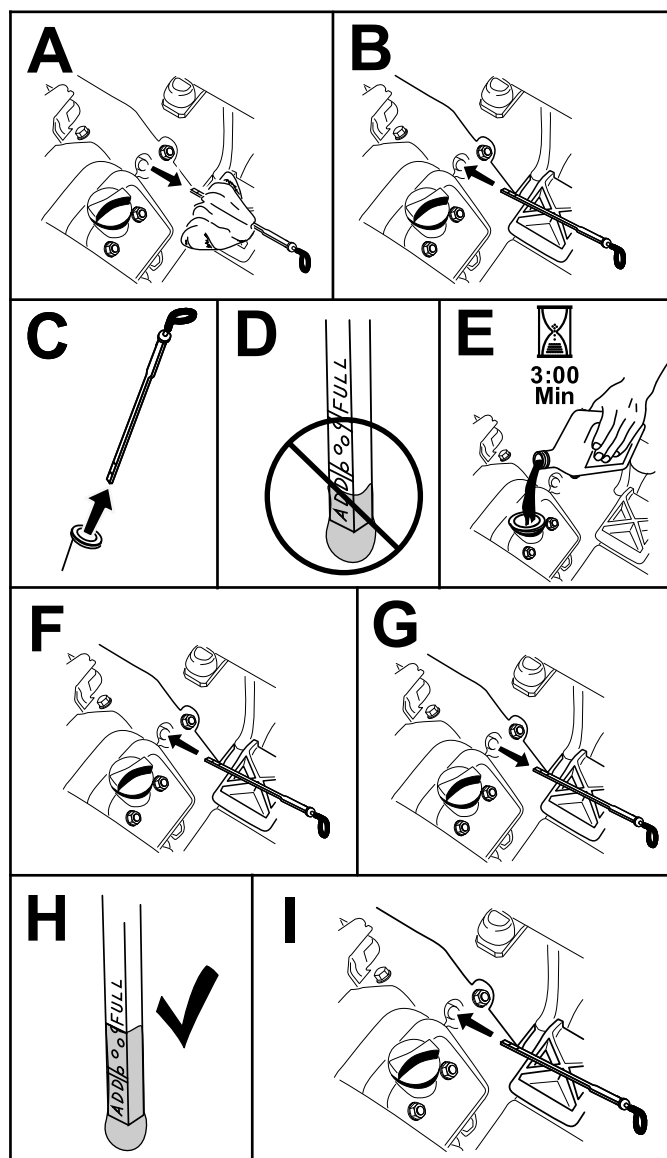

Figure 25
5. Remettez la jauge dans le tube en l'enfonçant complètement. Ressortez la jauge du tube et vérifiez le niveau d'huile. Si le niveau est trop bas, retirez le bouchon de remplissage du couvre-culasse et ajoutez la quantité nécessaire de l'huile spécifiée pour amener le niveau au repère maximum sur la jauge (Figure 25).